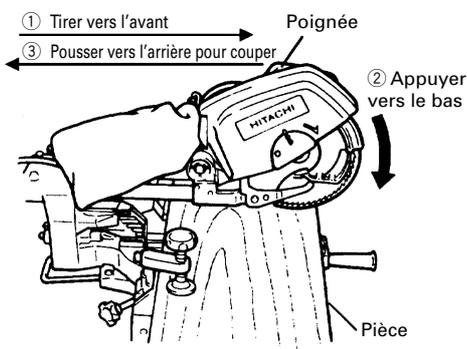

Fig. 22
- (1) Pièces d'une hauteur allant jusqu'à 65 mm (2-9/16") et d'une largeur allant jusqu'à 305 mm (12") : Desserrer le bouton de fixation de glissière et incliner la lame vers l'avant. Puis, appuyer sur la poignée et ramener la lame vers l'arrière pour couper la pièce comme indiqué à la Fig. 22. Cela facilitera la coupe des pièces d'une hauteur allant jusqu'à 65 mm (2-9/16") et d'une largeur allant jusqu'à 305 mm (12").
- (2) Pièces d'une hauteur allant jusqu'à 75 mm (2-15/16") et d'une largeur allant jusqu'à 280 mm (11") : Les pièces d'une hauteur allant jusqu'à 75 mm (2-15/16") et d'une largeur allant jusqu'à 280 mm (11") se coupent de la même façon que décrit au paragraphe 6 - (1) ci-dessus.
- \* Lors d'une coupe avec chariot, procéder comme indiqué à la Fig. 22. Une coupe avec chariot vers l'avant (vers l'opérateur) serait très dangereuse car la lame pourrait effectuer un retour vers le haut. En conséquence, toujours déplacer la poignée loin de l'opérateur.